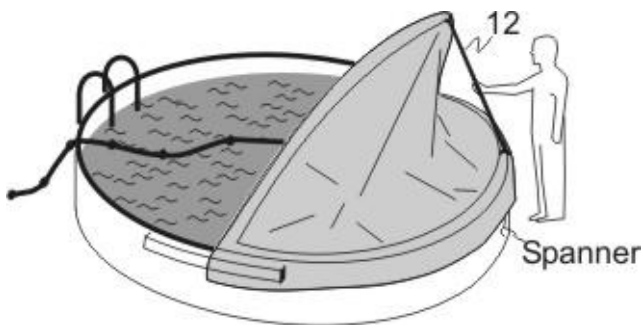

Abb. 7.2
- Den oben liegenden Bogen mit dem Aufstell-Hilfsstab (12) hochheben und diesen zwischen den beiden Bögen einsetzen. (Abb. 7.2)